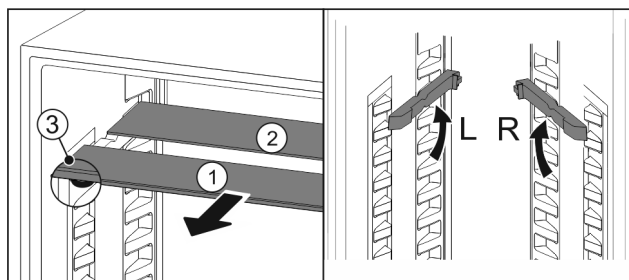

Fig. 84
- ▶ Skleněné desky jednotlivě vytáhněte dopředu Fig. 84 (1).
- ▶ Skleněná deska Fig. 84 (1) s ozdobnou lištou leží vpředu.
- ▶ Zárážky Fig. 84 (3) směřují dolů.